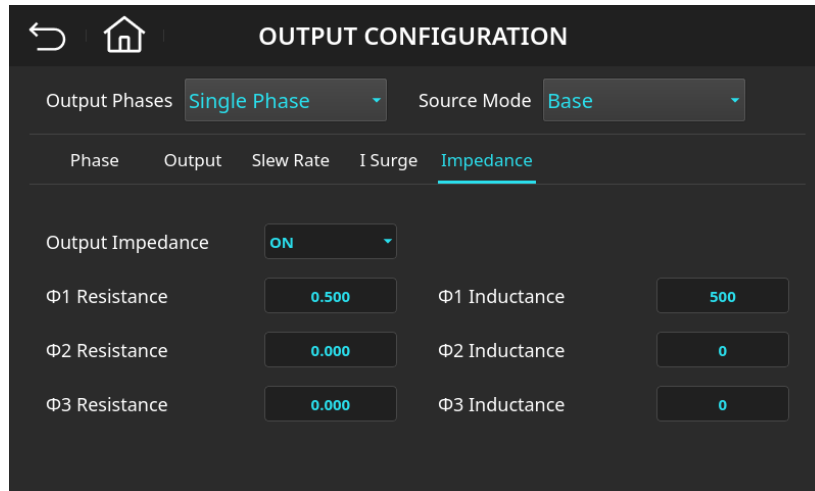

图 4-47 可编程输出阻抗功能 (Impedance) 页面(Φ1 R Impedance =0.5, Φ1 L Impedance =500)
5. 输入 **5**, **0**, **0**后按下 **Enter** 键，数值变更成“500”，如图 4-47 所示。